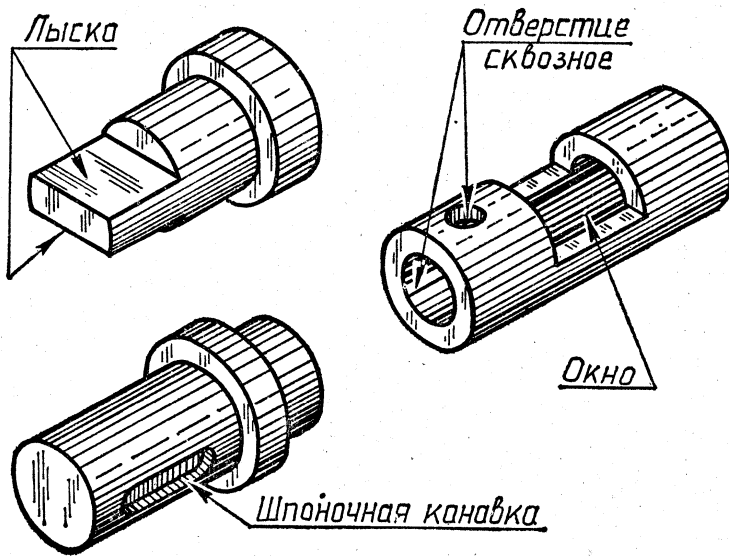

Рис.1
1. За аксонометричними зображеннями виконати ескізи деталей, застосувавши необхідні перетини (рис. 1).